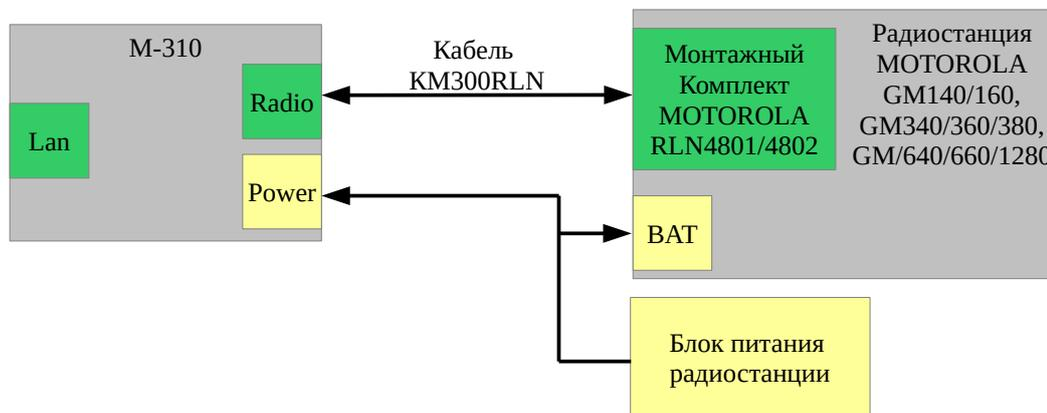

Рис. 3.3.2 Подключение радиостанции при работе интерфейса контроллера в режиме «MOTOROLA GM».
2) Режим интерфейса «Передачик MOTOROLA GM» предназначен для подключения к контроллеру радиостанций MOTOROLA моделей GM140/160, GM340/360/380 и GM640/660/1280 со снятой передней панелью. Подключение производится через монтажный набор MOTOROLA RLN4801/4802/4780, рис. 3.3.2. В данном режиме контроллер эмулирует для радиостанции работу передней панели, что обеспечивает удалённое управление радиостанцией с сохранением всех функций органов управления. Данный режим позволяет использовать контроллеры М-310 для работы по схеме дистанционного управления М-270, заменяя удалённый контроллер радиостанции М-270NT.